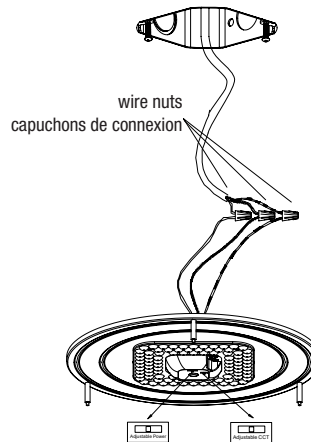

Fig. 3a
3. Make wiring connections and push all wires inside the junction box (Fig. 3a):
3. Effectuer les connexions de câblage et pousser tous les fils à l'intérieur de la boîte de jonction (Fig. 3a):